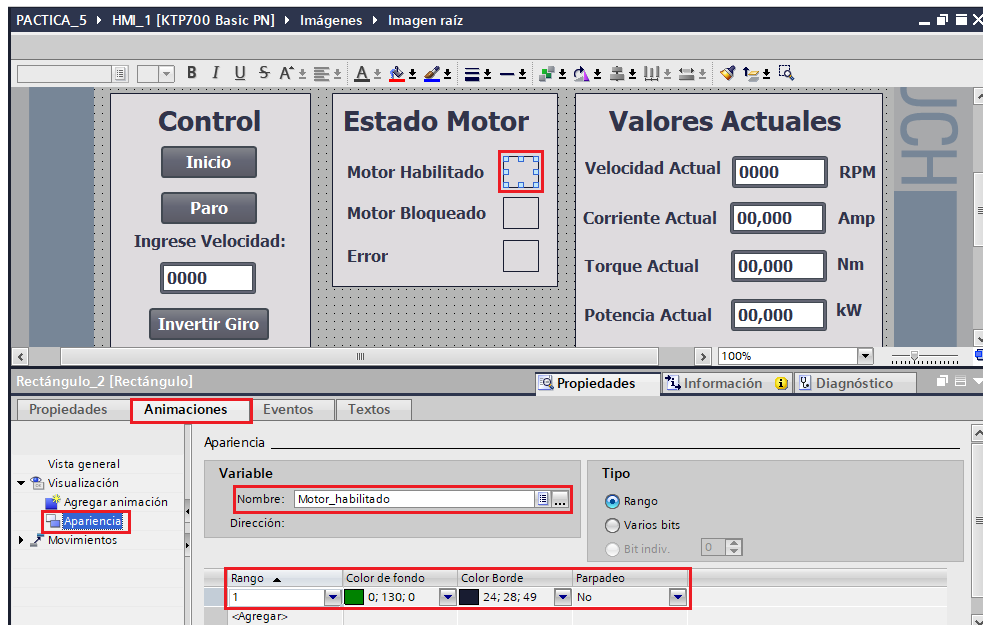

Figura 37. Configuración Motor Habilitado
(4) Configuración del campo **Estado Motor**.
- En “Rango” seleccionar “1” y en “Color de fondo” seleccionar el color “Verde” (ver Figura 37).